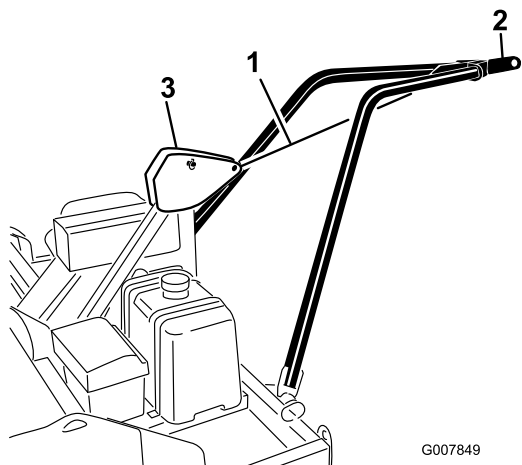

Figura 14
1. Utilizzando una fune da traino o una corda, fissare la piastra di fissaggio del braccio di traino al perno girevole di attacco del telaio sollevando contemporaneamente il braccio di traino per eseguire l'installazione (Figura 14).